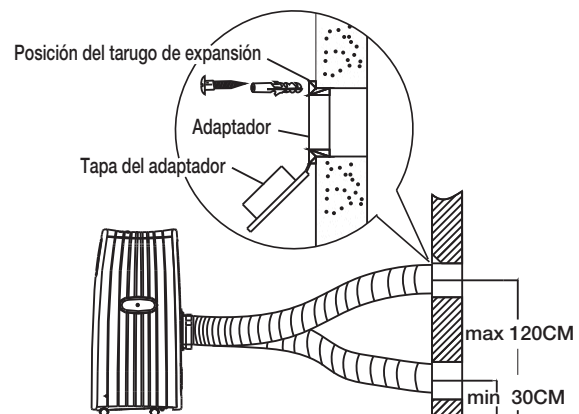

Fig. 19
1. Hacer un agujero en la pared. Instalar el adaptador A de descarga en la pared sobre la pared (exterior) utilizando 4 tarugos de expansión y tornillos de madera, asegurarse de fijarlos completamente. (Ver Fig. 19).